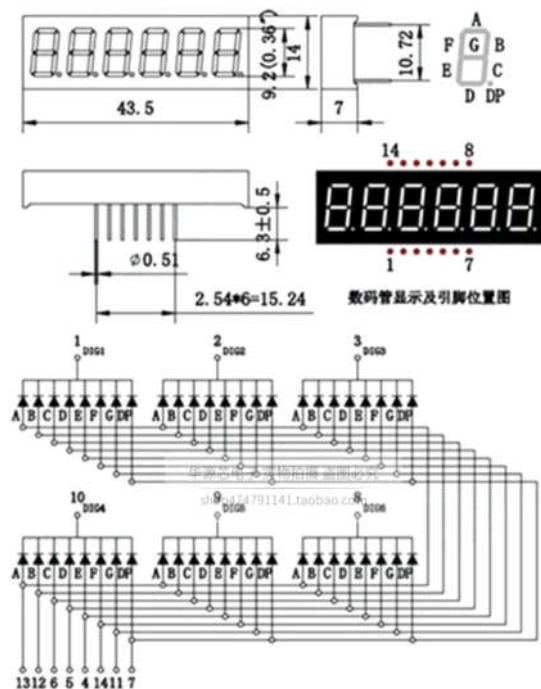

图1
3.1 下面我们以提取6位LED数码管数据为例，来说一下其具体方案，其它位数的LED数码管读取方式一样。先看6位LED数码管的结构，图1中可以看到，数码管按发光二极管单元连接方式分为共阴极数码管和共阳极数码管。
数码管的段码指的是数码管在显示不同的数据时，段选信号对应的二进制数据。图1是以8段共阴极数码管显示数字7为例来描述段码。